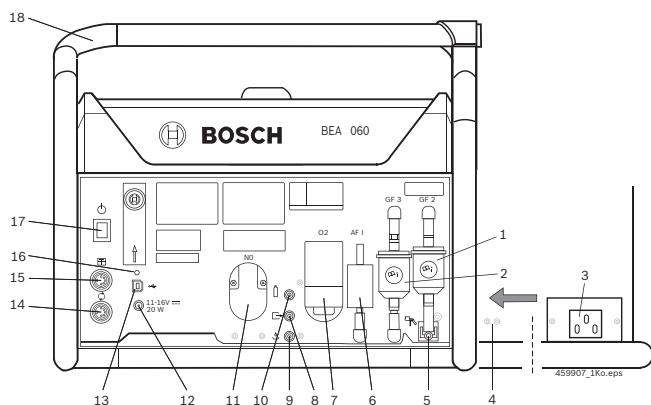

Fig. 1: BEA 060
! BEA 060 può essere alimentato anche attraverso la batteria del veicolo con il cavo di collegamento per la presa dell'accendisigari (Accessori speciali) (per il collegamento consultare la Fig.1, Pos. 12).
- Inserire il cavo di allacciamento alla rete al BEA 060 e fissarlo ai fori con la fascetta serracavo per l'allentamento della trazione del cavo di allacciamento alla rete. (fig. 1, pos. 4).
- ➔ Il LED (fig. 1, Pos. 16) lampeggia alternativamente in arancione e verde.
➔ LED (fig. 1, pos. 16) si spegne, BEA 060 è disattivato.